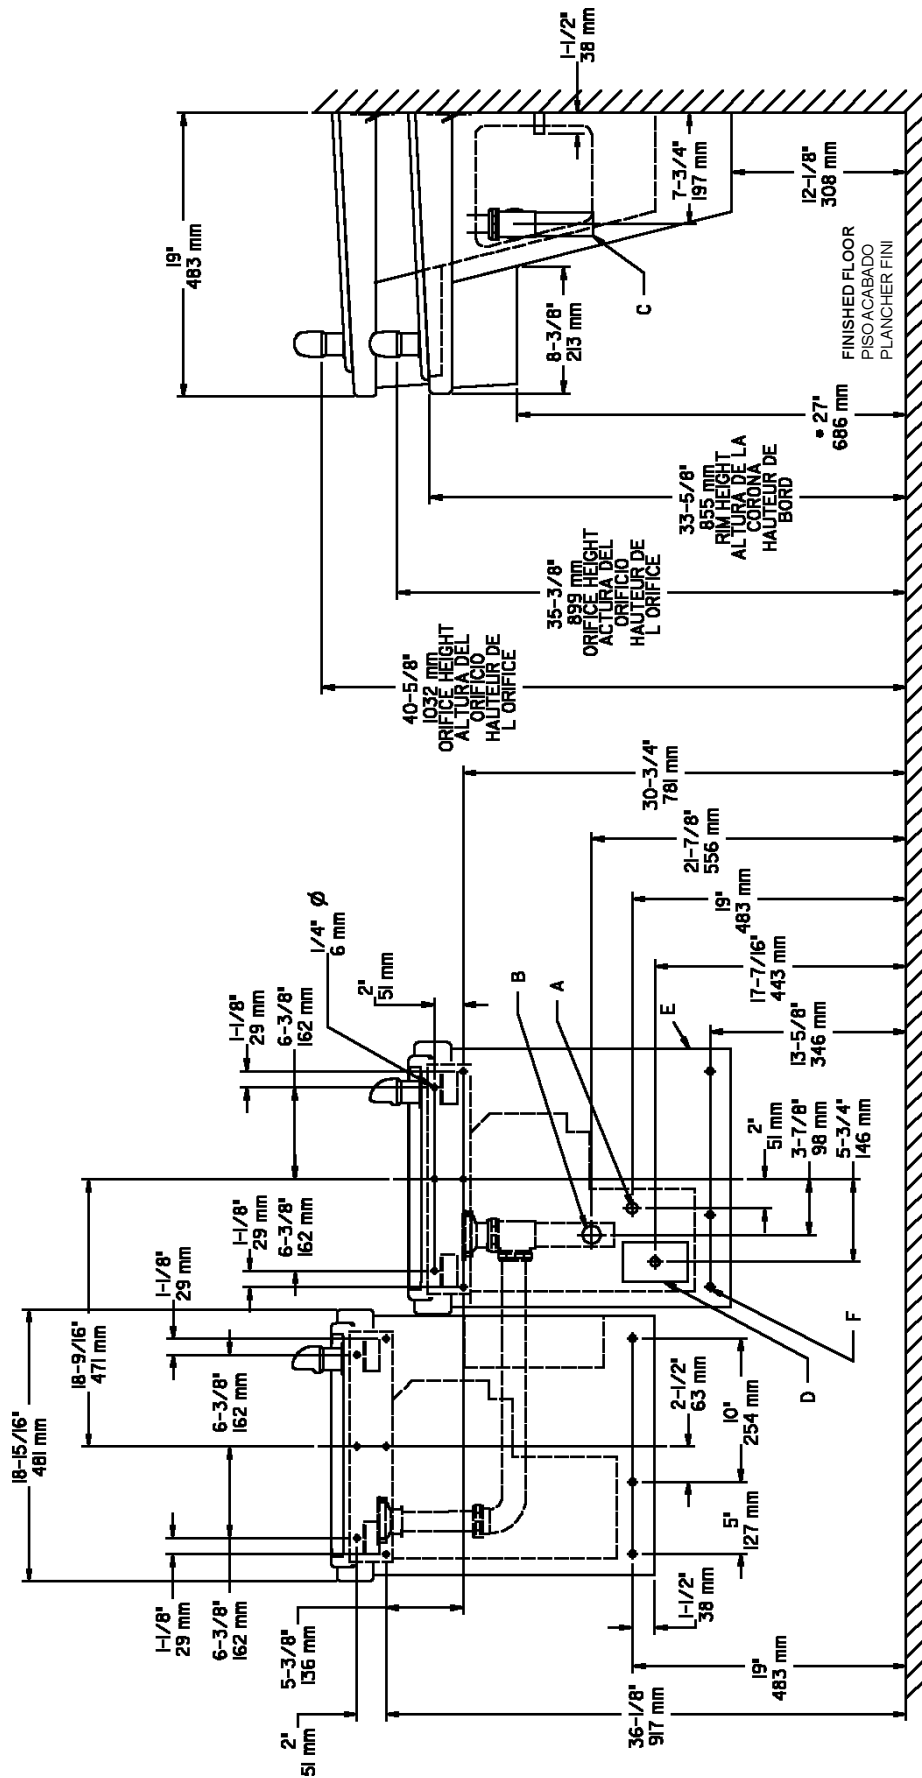

FIG. 2
- 1) Remove hanger bracket fastened to back of cooler by removing one (1) screw.
- 2) Mount the hanger bracket and trap as shown in Figure 2.
- 4) Hang the cooler on the hanger bracket. Be certain the hanger bracket is engaged properly in the slots on the cooler back as shown in Figure 2.
- 5) Loosen the two (2) screws holding the lower front panel at the bottom of cooler base and two (2) screws at the top. Remove the front panel and set aside.
- 1) Quite el fijador de suspensión sujetados a la parte posterior del enfriador quitando un (1) tornillo.
- 2) Monte el fijador de suspensión y quite el purgador como se muestra en la Fig. 2.
- 1) Retirez le support de suspension à l'arrière du refroidisseur en enlevant une (1) vis.
- 2) Installez le support et le siphon tel qu'indiqué à la fig. 2.
- 4) Installez le refroidisseur sur le support en vous assurant que ceux-ci sont bien installés dans les fentes à l'arrière du refroidisseur tel qu'indiqué à la figure 2.
- 5) Dégagez les deux (2) vis retenant le panneau inférieur avant au bas de la base du refroidisseur ainsi que deux (2) vis sur le dessus. Retirez le panneau avant et mettez-le de côté.